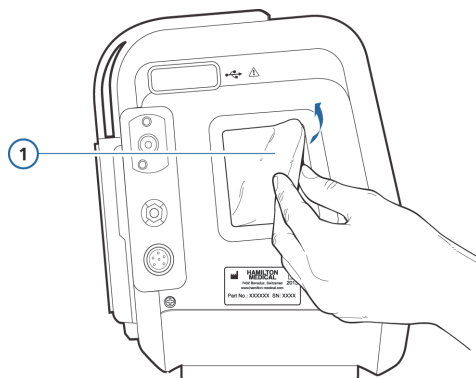

Рисунок 11-1. Извлечение фильтра вентилятора (1)
6. Установите новый фильтр вентилятора (рис. 11-1) или промойте уже используемый неконцентрированным мыльным раствором, после чего ополосните, просушите и установите повторно.